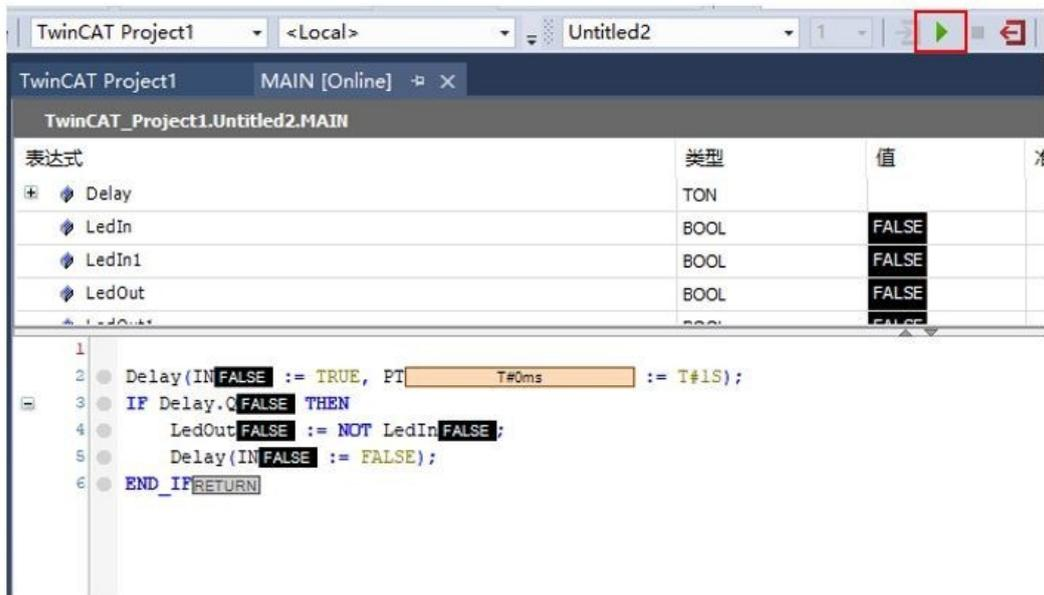

图45. 运行配置
- 单击**Run PLC**按钮，如图45所示。现在，PLC工程开始运行，MIMXRT1180-EVK开发板上的用户LED指示灯每秒闪烁一次。